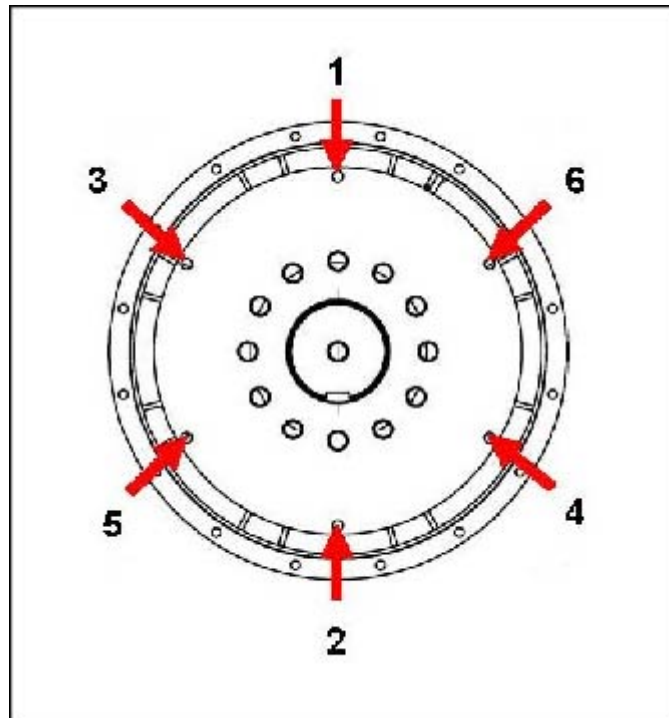

FIGURE 19. SÉQUENCE DE FIXATION À LA ROUE VOLANTE
10. Serrer les vis pour fixer le disque d'accouplement au volant dans l'ordre indiqué sous Figure 19 à la page 39